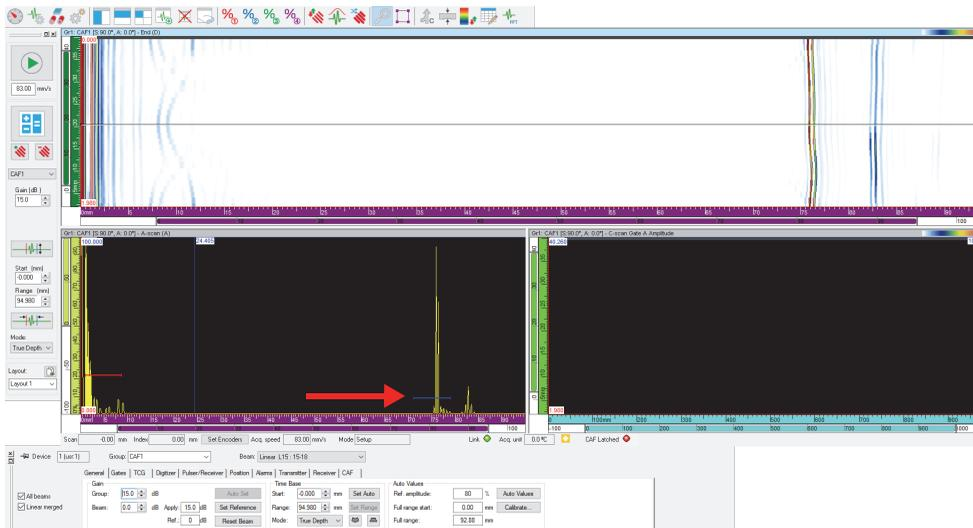
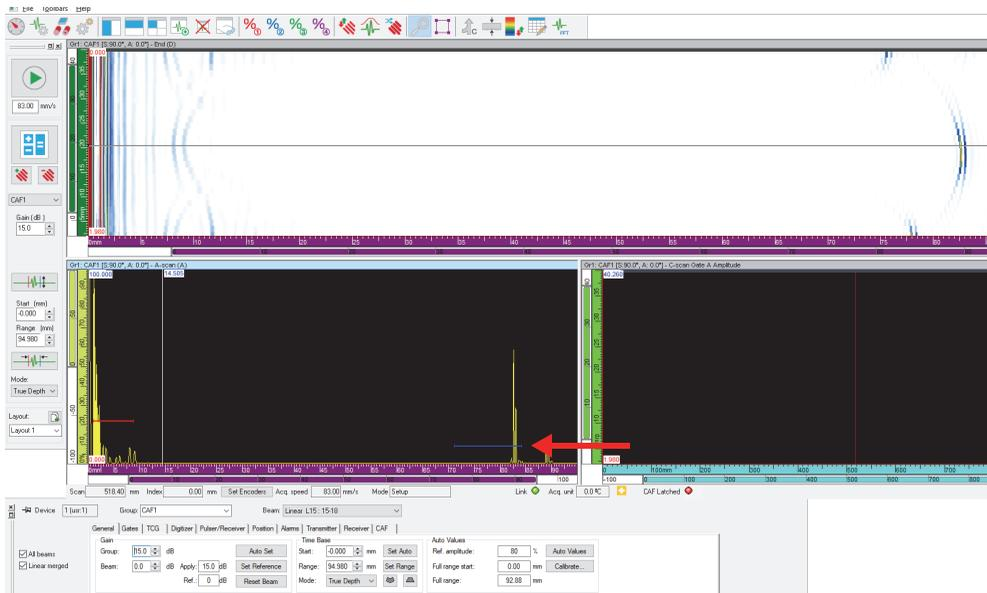

Figura 4-58 Configurando o início da porta de interface
Figura 4-59 Configurando o fim da porta de interface
5. Alinhe a sonda na amostra para obter uma boa concentricidade. Quando a sonda é concêntrica com uma amostra curva, o sinal aparece plano como em Figura 4-58 na página 156.
6. Nessa posição, defina o início da porta de interface (Figura 4-58 na página 156).
7. Se a geometria da amostra variar, vá para a posição R2 (Figura 4-58 na página 156). Defina o fim da porta de interface (Figura 4-59 na página 157).